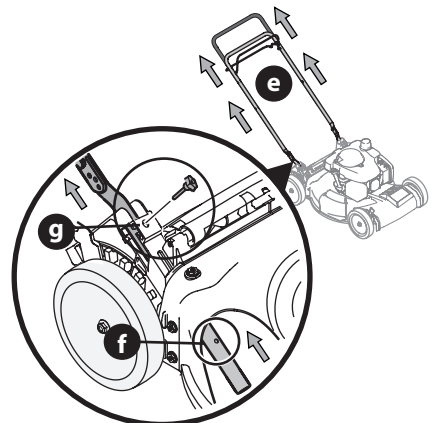

Figure 3
4. Tirez le guidon (e) vers le haut jusqu'à ce que les trous (f) de la partie inférieure (voir l'encadré de la Figure 3) s'alignent avec les trous des supports (g) du guidon. Voir Figure 3.